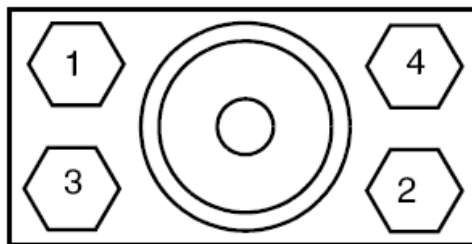

Рис. 47. Последовательность затяжки болтов соединителя
5. Затяните все болты соединителя пошагово с моментом от 1,4 Н·м до 2,8 Н·м в соответствии с последовательностью, показанной на рис.47.